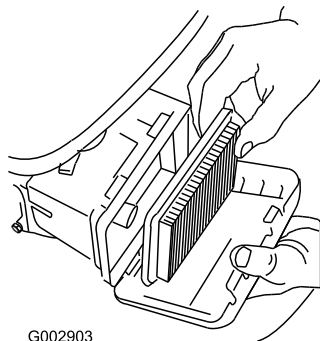

Bild 37
3. Entfernen Sie den Luftfilter (Bild 37).